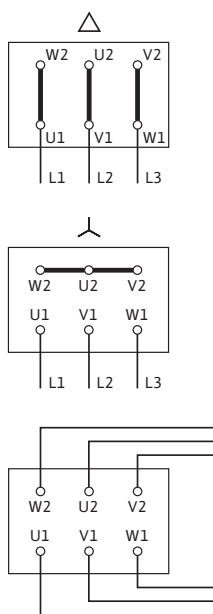

Рис. 8: Подключение к сети
- Электроподключение на клеммной колодке зависит от мощности двигателя P2, от сетевого напряжения и от типа пуска. Необходимое переключение соединительных перемычек в клеммной коробке определить по следующей таблице и рис. 8.